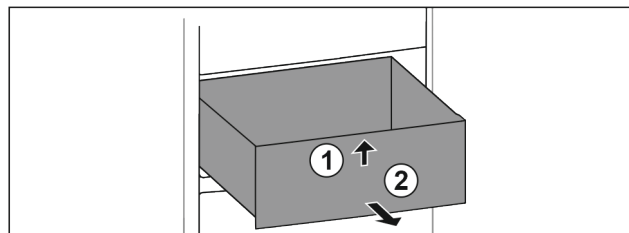

Fig. 14
► Vpředu nadzvedněte Fig. 14 (1).
► Odeberte směrem dopředu Fig. 14 (2).